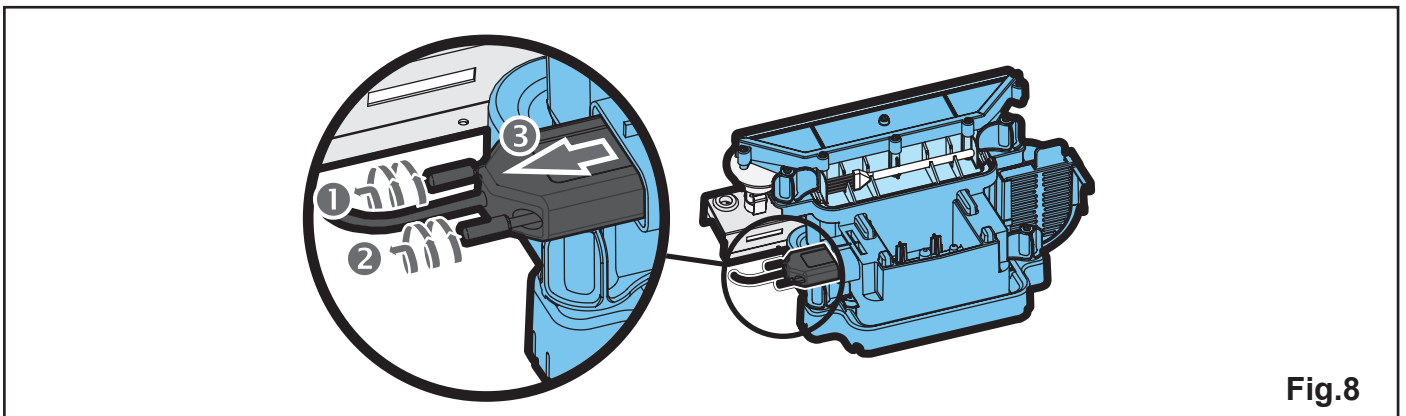

Fig.8
4. Koppel de stekker los die zich links van de opvangbak bevindt, door de twee borgschroeven los te draaien en de stekker er voorzichtig uit te trekken. (Zie Afb.8)